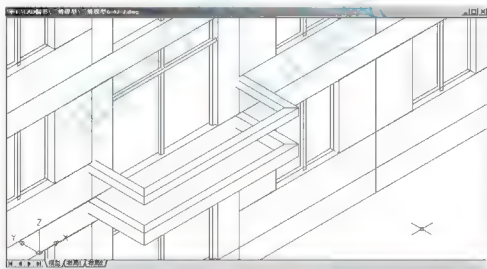
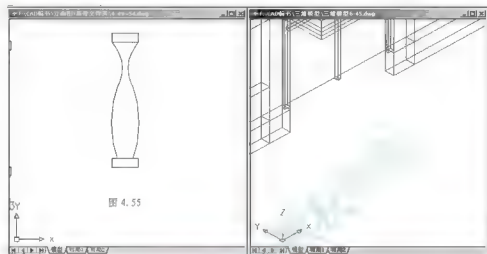
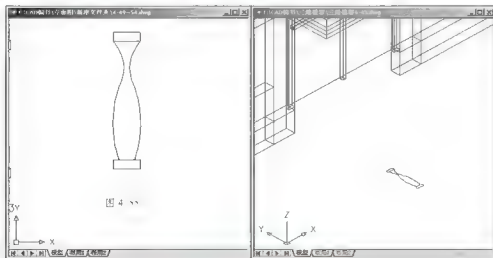

图 6.43 绘制阳台板
图 6.44 垂直平铺显示
图 6.45 将花瓶拖到图 6.43 中
- (6) 按Enter键结束命令,结果如图6.43所示。
(1) 当前图层仍为【阳台 1】图层。继续绘制图 6.43，同时打开第 4 章中图“4.55.dwg”，然后执行菜单栏中的【窗口】|【垂直平铺】命令，使打开的两个图形文件呈垂直平铺显示状态，结果如图 6.44 所示。
(3) 将十字光标放到任意一条虚线上（注意不能放在蓝色夹点上），按住鼠标左键不松开并轻轻地移动光标，会发现所选择的花瓶图形随着光标的移动而移动。
(4) 继续按住左键并将图形放到如图 6.43 所示的窗口中，松开左键，这时选择的花瓶图形被复制到该图形中，结果如图 6.45 所示，关闭图 4.55。